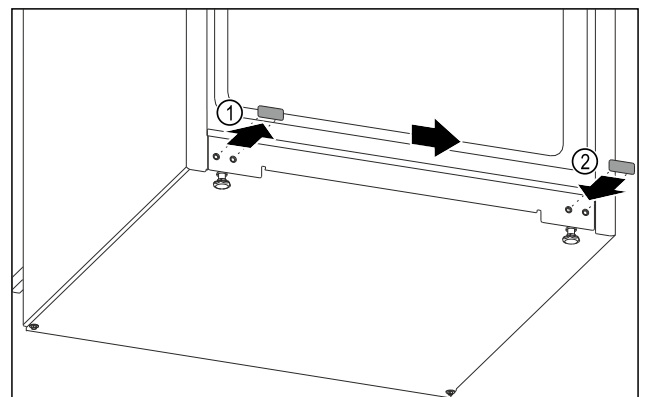

Fig. 12
- Trek de afdekcap eruit. Fig. 12 (1)
- Plaats de afdekcap aan de andere kant. Fig. 12 (2)